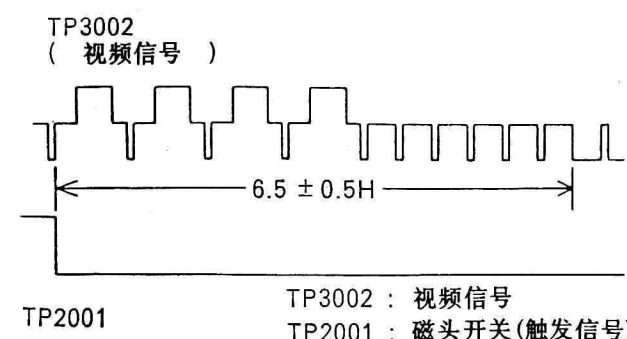

图9
②示波器CH-2接TP2002;
③放校正用磁带(VFJ8125H3F);
④调节VR2001,使相位差为 6.5 ± 0.5 H,如图9所示。